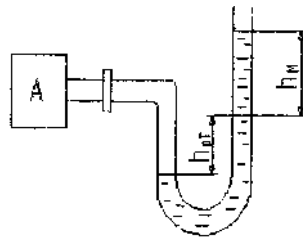

Рисунок 3
5. Визначити абсолютний і надмірний тиск в резервуарі за показниками ртутного дифманометра, в правому коліні якого зверху над ртуттю налито масло шаром h_m з ρ_m . Висота ртуті h_{pm} . При заданому $P_{атм}$. (Рис. 3).